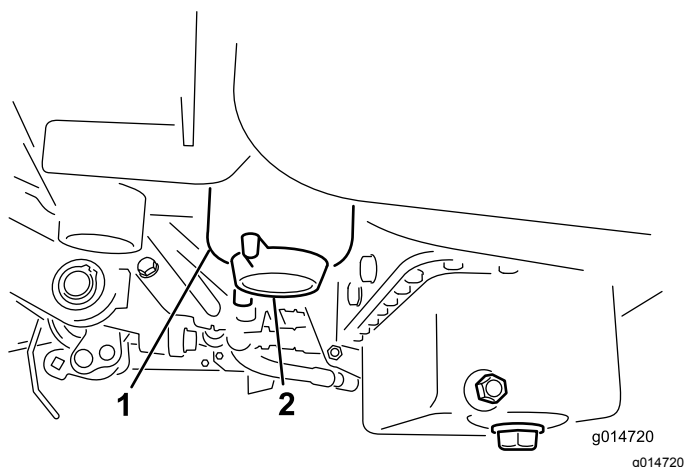

Рисунок 43
2. Очистите область крепления стакана фильтра (Рисунок 43).
4. Откройте сливную пробку фильтра (Рисунок 43).